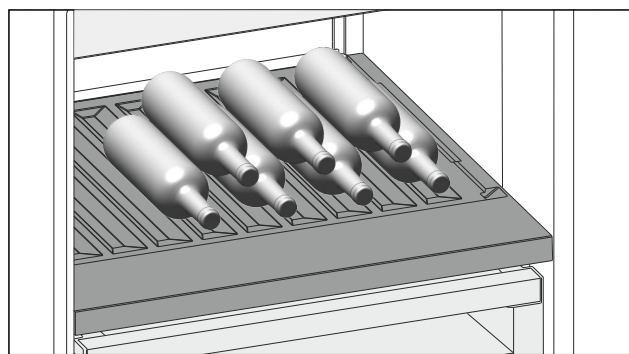

Fig. 193 Shembull ilustrues
- Shtriini shishet me fundin të drejtuar në faqen e pasme të frigoriferit. (shihni Fig. 193)